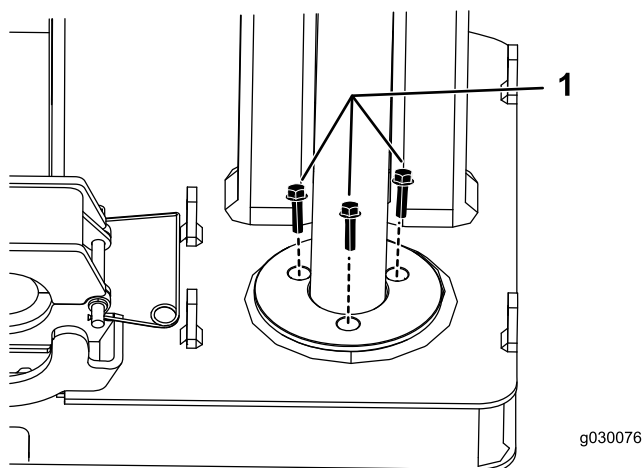

Figure 7
- Fixez légèrement le guide sur l'anneau de guidage à l'aide de 6 boulons (M10-1 1/2 x 25 mm), comme montré à la Figure 7.